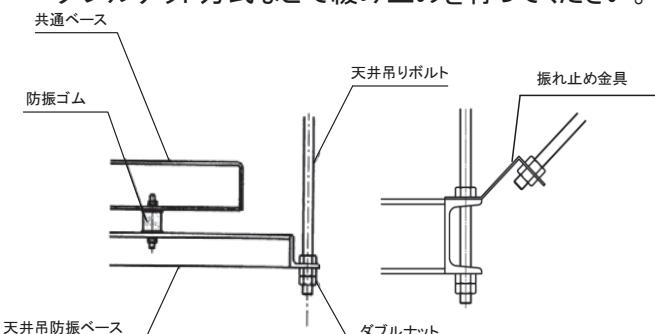

図5 天吊り取り付け例
- (1) 天井にあらかじめ埋め込まれた吊りボルトにより、送風機のベースを水平に吊りボルト全部に均等に荷重が掛かるようにしてください。
- (2) 吊りボルトは、十分な強度のもの(ボルト自身および埋込状態とも)を用意してください。
- (3) 据付け後、吊りボルトのナットには、ダブルナット方式などで緩み止めを行ってください。
- (4) 耐震型とする場合は、建築構造体に強固に固定した形鋼製架台に堅固設置してください。
- (5) 図5に示すように天井吊りボルトと天井吊防振ベースを固定してください。